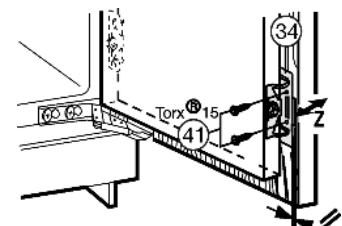

Fig. 24
- ▶ Deur van het apparaat met schroeven *Fig. 24 (41)* door de bevestigingshoek *Fig. 24 (34)* op de kastdeur vastschroeven.